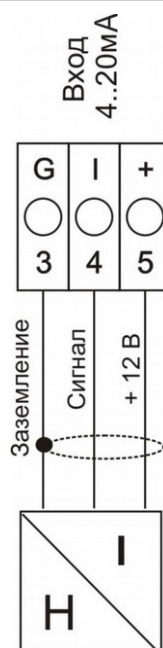

Рис. 8. Подключение датчика давления
- Значение «2» – включение по высокому давлению: Контроль величины давления осуществляется при помощи датчика давления с выходом 4...20 мА. (схема подключения Рис. 8.). Логика работы заключается в том, что при превышении давления выше заданного (параметр [A11] «+» гистерезис [A12]) включится пиковый насос, а падение давления, ниже заданного «-» гистерезис, выключит пиковый насос.
Контроль величины давления осуществляется при помощи датчика давления с выходом 4...20 мА. (схема подключения Рис. 8.). Включение пикового насоса произойдет при падении давления ниже заданного (параметр [A11] «-» гистерезис [A12]), а выключение последует при превышении [A11] «+» гистерезис [A12].